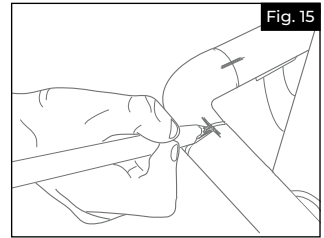

Fig. 15
- Introducir las uniones en la esquina. Instalar la esquina ensamblada con los largueros de manera temporal. Si todos los componentes están alineados correctamente, hacer marcas de referencia (Fig. 15).